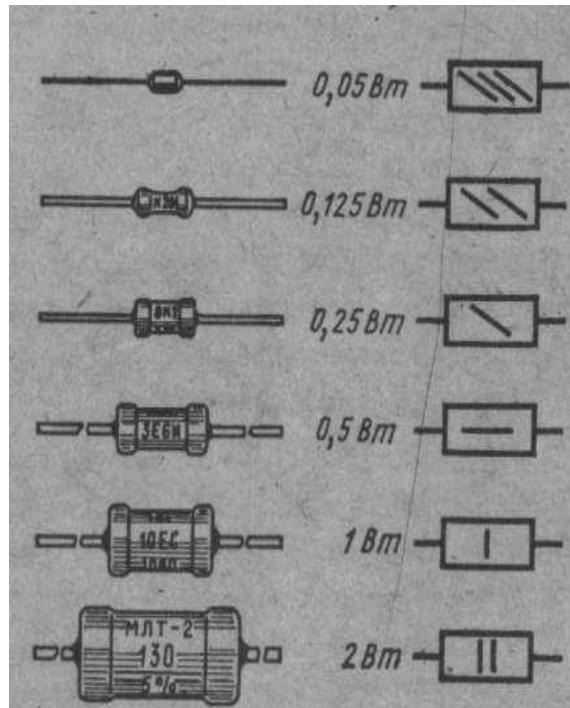

Рис. 3. Обозначение мощности резисторов.
- Номинальную мощность рассеяния резистора (от 0,05 до 5 Вт) обозначают специальными знаками, помещаемыми внутри символа (рис. 3). Заметим, что ни таки не должны касаться контура условного обозначения резистора.